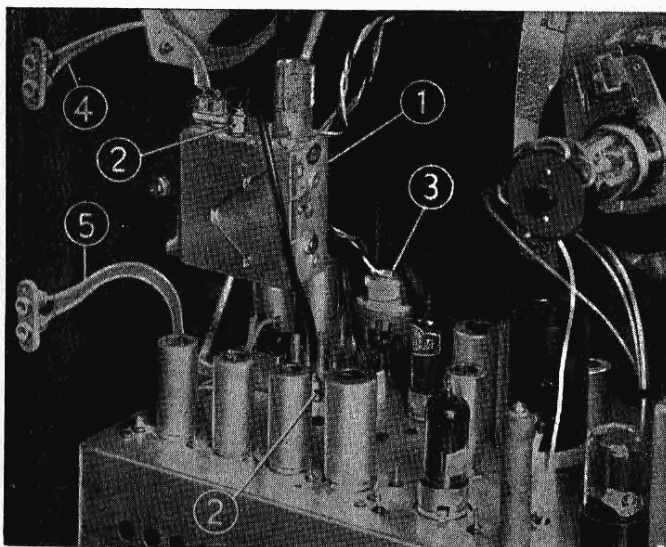

Fig. 29 - Vista interna di un televisore Geloso munito di convertitore N. 7891 per la ricezione dei programmi irradiati nella gamma UHF. Sono visibili:
- 3) affacciare la piastra di supporto del Gruppo convertitore ai fori di fissaggio dalla parte interna del mobile, in modo che le tre « bussoline » isolanti entrino nei tre fori di fissaggio. Se le bussoline entrassero con difficoltà, allargare leggermente i fori del mobile. Il convertitore dovrà risultare fissato come mostra la fig. 29;
- 5) infilare la spina d'alimentazione nella presa n. 3 e la spina di FI nella presa n. 2 posta sul gruppo sintonizzatore VHF (vedi fig. 29).
Nella fig. 29, pag. 22, sono chiaramente indicati la posizione delle varie parti e i collegamenti già effettuati. Come si vede, l'applicazione è di un'estrema semplicità.